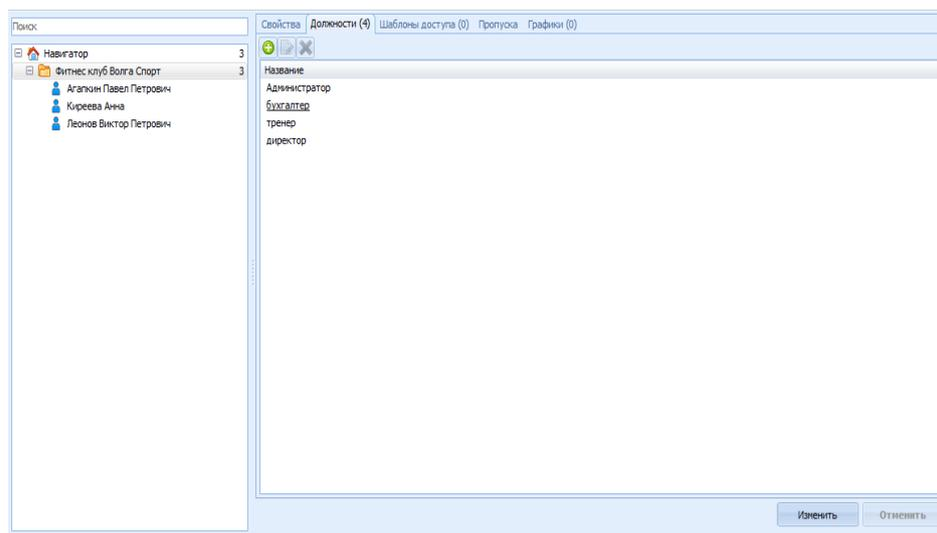

Рисунок 23.21 Созданы должности для выбранной организации
- 4) В результате в списке должностей организации появится новая должность. Добавленная должность может быть выбрана для любого сотрудника данной организации, а также для сотрудников вложенных организаций (Рисунок 23.21).
- 2) В поле с характеристиками выбранного объекта перейти на закладку **Должности** и выбрать должность, которую нужно отредактировать (Рисунок 23.21).